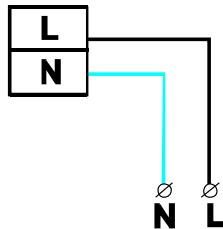

Рис.1.
- Сетевой кабель пропускается через корпус и присоединяется к клеммной колодке: L- фаза; N- нейтраль, см. рис.1.